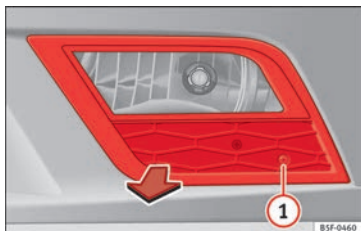

Fig. 212 Farol de nevoeiro.
- Retire o parafuso »» Fig. 212 ① da grelha do farol de nevoeiro, utilizando uma chave de fendas.